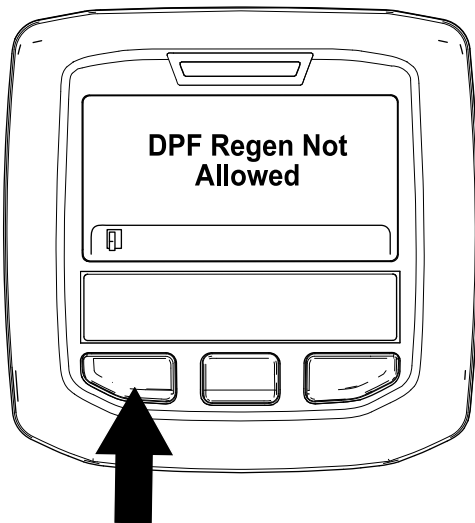

Figura 53
- Se il processo di rigenerazione non è consentito dal computer del motore, viene visualizzato il messaggio "DPF Regen Not Allowed" (Rigen. FAP non consentita) nell'InfoCenter (Figura 53). Premete il pulsante sinistro per uscire e tornare alla schermata Home.